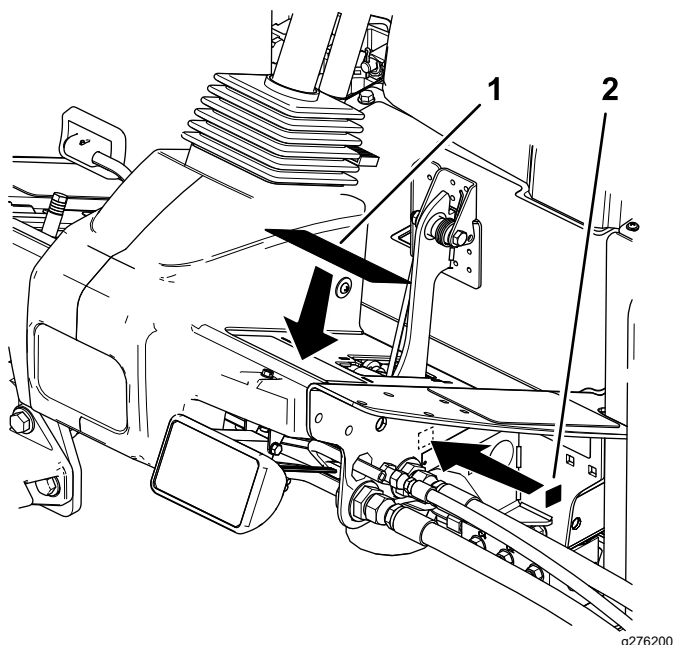

Figura 3
- Pentru mainile care necesită conformitate CE, ataai autocolantul de avertizare, inclusiv pe accesorii peste autocolantul existent (Figura 3).
- Ataai autocolantul CE lângă plăcuța cu numărul de serie de pe maină (Figura 3).